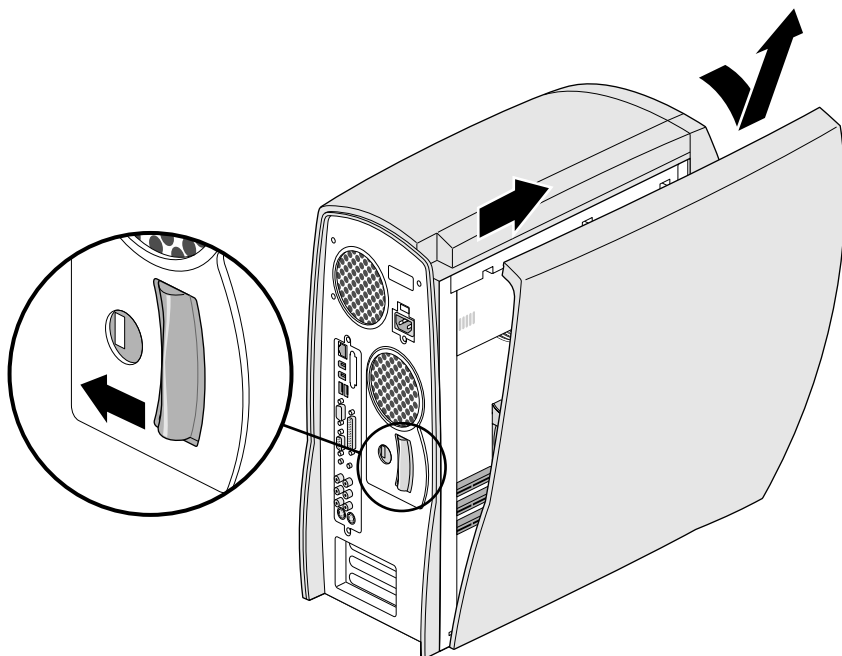

図 2-1 サイドカバーの取り外し
1. システムの背面にあるラッチを左側にずらして、カバーのロックを解除します（図 2-1）。